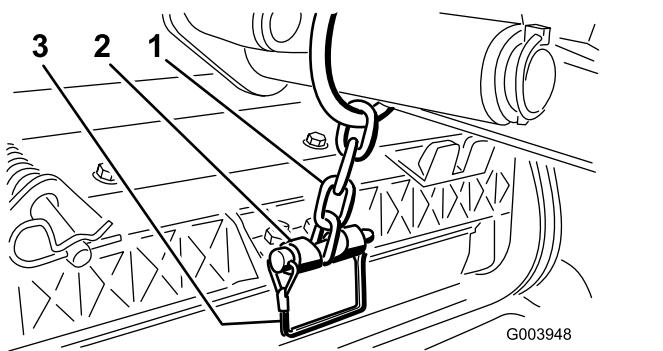

Figure 13
12. Fixez la chaîne du bras de relevage au support de la chaîne avec la goupille à fermoir (Figure 13). Utilisez le nombre de maillons mentionné dans le *Manuel de l'utilisateur* du plateau de coupe.